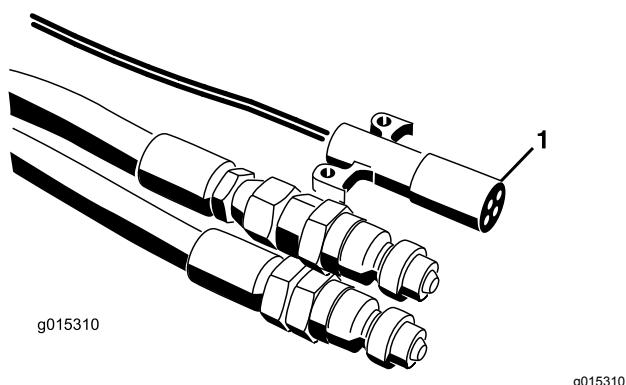
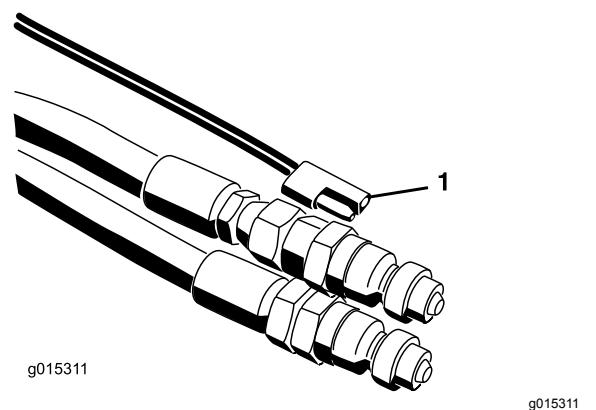

图 21
图 22
7. 把电源线束连接到牵引车 图 21 和 图 22。在 SH 型号上把悬线式开关放在驾驶员座椅可及的位置。确保开关处于关闭状态。